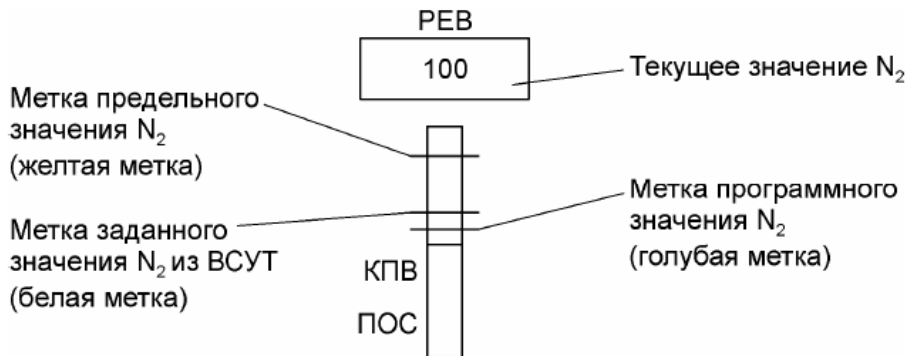

Рис. 4.26. ИНДИКАЦИЯ  $N_2$
- $N_2$  – частота вращения ротора КВД (рис. 4.26).